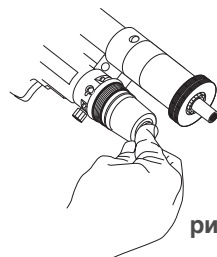

рис. 13
- 3) Слегка нажать на резиновый бак. После того как начинает выходить масло (рис. 13), закрыть выпускное отверстие воздуха (L) фигурным ключом ;
- 4) Вновь позиционировать пробку бака (I). В случае необходимости повторить операцию.